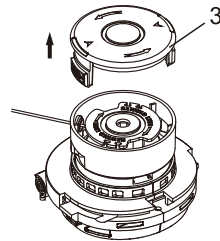

Fig. 15
- Tout en appuyant sur les deux boutons de verrouillage de la bobine, retirez le capuchon de la bobine (3) du boîtier de la bobine (Fig. 15).